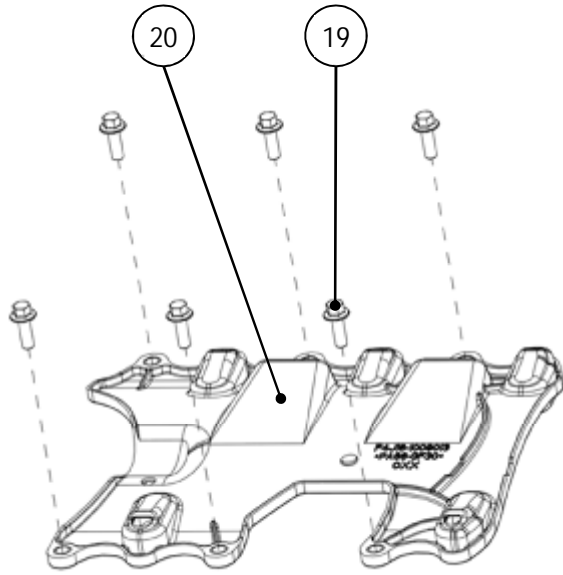

图 G-2 隔板装配
- 1) 将隔板 20 按图 G-2 所示方向放置在框架上，螺栓孔位置大致对齐。